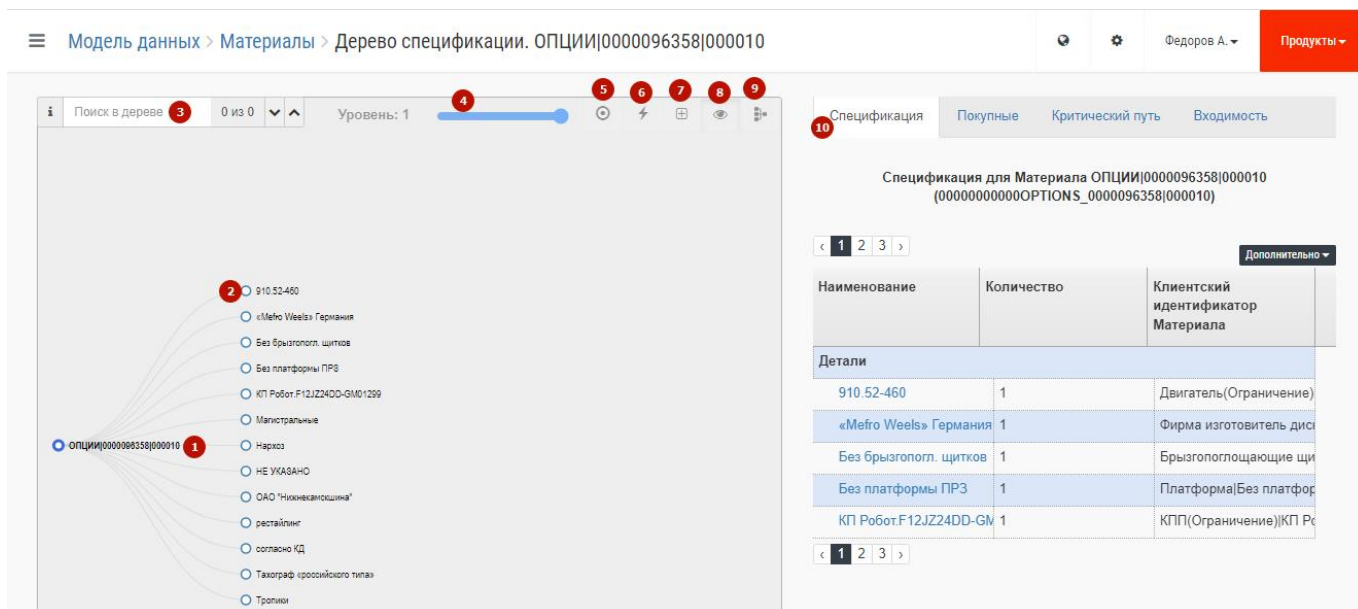

Рис. 11 – Экранная форма дерева спецификации
Для перехода на страницу с деревом спецификации необходимо выбрать строку с нужным материалом и нажать на подсвеченное синим цветом наименование материала (3 на Рис. 10). Откроется экран дерева спецификации как показано на Рис. 11.
На этом экране отображается иерархичная древовидная структура выбранного материала. Структура состоит из узлов, которые делятся на корневой узел и входящие в него узлы (1 и 2 на Рис. 11). Каждый узел – это номенклатурная позиция с кодом.
- поиск по дереву спецификации. Для этого необходимо в поле поиска набрать нужное наименование или чертежный номер. После окончания набора рядом с полем появится количество вхождений набранного сочетания символов в данном дереве с возможностью переходить между узлами дерева (3 на Рис. 11).
- выбор уровня вложенности, который будет отображен на дереве (4 на Рис. 11);
- переход на корневой узел дерева, позволяет вернуться к корневому узлу (5 Рис. 11);
- отобразить критический путь и близкие к нему (6 на Рис. 11);
- отобразить дополнительную информацию по узлам дерева (7 на Рис. 11);
- скрыть/показать покупные позиции на дереве (8 на Рис. 11);
- отобразить обратное дерево (9 на Рис. 11);
- отобразить полную конструкторскую спецификацию выбранной позиции (10 на Рис. 11).